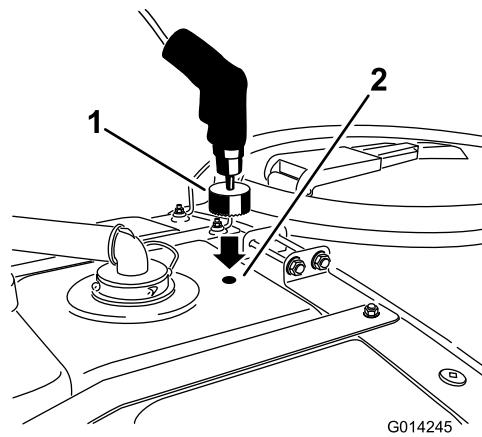

図12
- 45mmの円形ノコを使ってマークのところに穴を開ける図12。